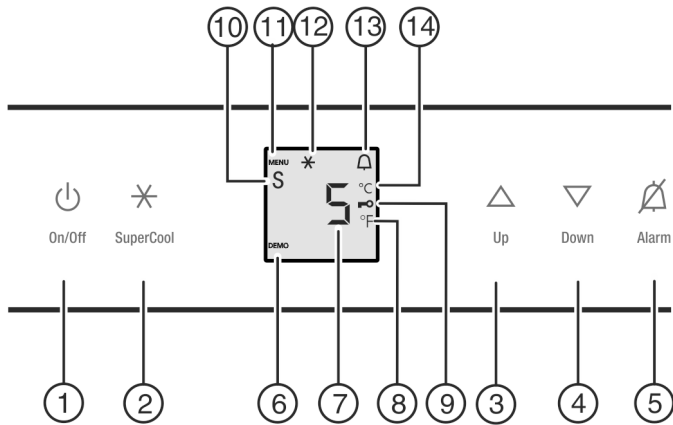

Fig. 2
- ▶ Appuyez sur la touche marche/arrêt Fig. 2 (1).
- ▶ Activer le mode de réglage : Appuyer sur la SuperCool Fig. 2 (2) pendant 5 secondes environ.
- ▷ Le symbole menu Fig. 2 (11) s'allume.
- ▶ Régler le nombre de ° avec la touche de réglage Up Fig. 2 (3) / Down Fig. 2 (4).
- ▶ Confirmer : Appuyer brièvement sur la touche SuperCool Fig. 2 (2).
- ▶ Quitter le mode de réglage: Appuyer sur la touche On/Off Fig. 2 (1).
- ▶ Activer le mode de réglage : appuyer env. 5 sec. sur la touche SuperCool Fig. 2 (2).
- ▷ Le symbole Menu Fig. 2 (11) est allumé.
- ▶ A l'aide de la touche de réglage Up Fig. 2 (3) et touche de réglage Down Fig. 2 (4), sélectionner c.
- ▶ Pour confirmer, appuyer brièvement sur la touche SuperCool Fig. 2 (2).
- ▶ appuyer brièvement sur la touche SuperCool Fig. 2 (2) pour activer la sécurité enfants.
- ▷ Le symbole Sécurité enfants Fig. 2 (9) est allumé. L'affichage c clignote.
- ▶ appuyer brièvement sur la touche SuperCool Fig. 2 (2) pour désactiver la sécurité enfants.
- ▷ Le symbole Sécurité enfants Fig. 2 (9) s'éteint. L'affichage ϵ clignote.
- ▶ Désactiver le mode de réglage : appuyer sur la touche On/Off Fig. 2 (1).
- ▶ Appuyer sur la touche Alarme Fig. 2 (5).
- ▶ Activer le mode de réglage : appuyer env. 5 secondes sur la touche SuperCool Fig. 2 (2).
- ▶ Pour appeler la fonction Mode Sabbath, appuyer brièvement sur la touche SuperCool Fig. 2 (2).
- ▶ **Pour activer** le mode Sabbath, appuyer brièvement sur la touche SuperCool Fig. 2 (2).
- ▶ **Pour désactiver** le mode Sabbath, appuyer brièvement sur la touche SuperCool Fig. 2 (2).
- ▷ L'affichage de la température indique le symbole mode Sabbath tant que le mode Sabbath Fig. 2 (10) est activé.